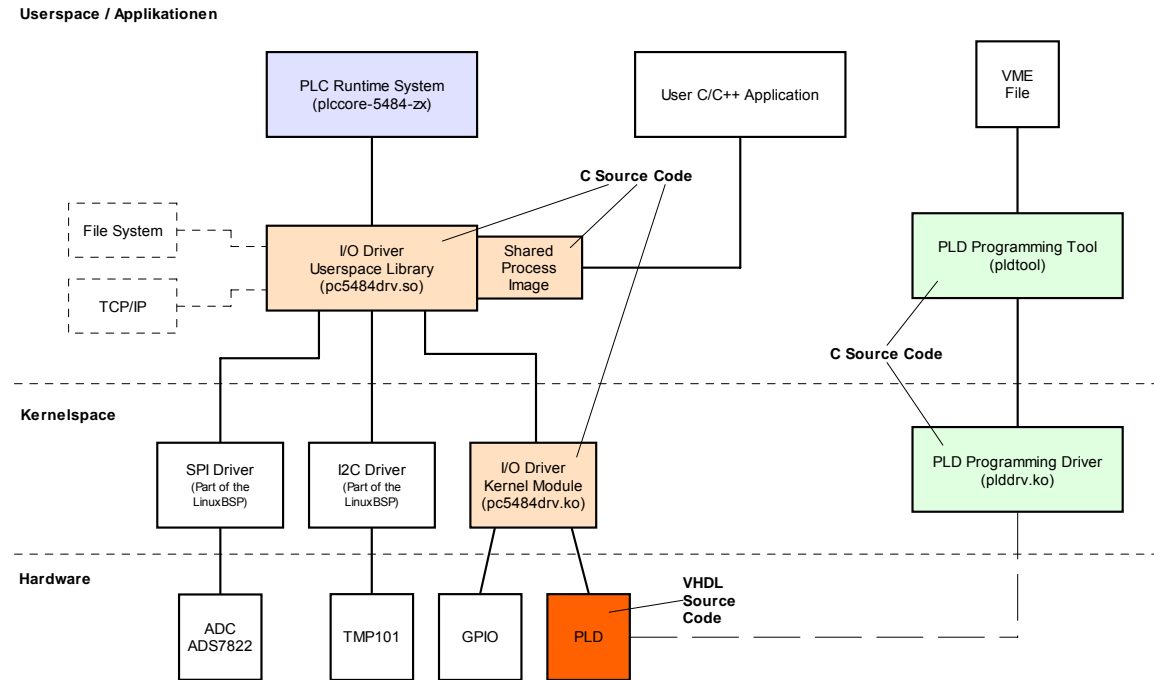

Bild 33: Übersicht zum Driver Development Kit für das PLCcore-5484
Bild 33 vermittelt einen Überblick über die DDK-Struktur und die enthaltenen Komponenten. Im DDK enthalten sind die Sourcen der PLD- bzw. FPGA-Software (VHDL), des Linux Kernel-Treibers (*pc5484drv.ko*) und der Linux User-Bibliothek (*pc5484drv.so*). Ebenfalls Bestandteil des DDK ist ein PLD Programming Tool (*pldtool* + *plddrv.ko*), das ein Softwareupdate des PLD unter Linux ohne zusätzliche JTAG-Hardware ermöglicht.
2. Sourcecode für Linux Kernel-Treiber (*pc5484drv.ko*, siehe Bild 33), beinhaltet alle notwendigen Files um Kernel-Treiber neu zu erstellen (C- und H-Files, Makefile usw.)
3. Sourcecode für Linux User-Bibliothek (*pc5484drv.so*, siehe Bild 33), beinhaltet alle notwendigen Files um User-Bibliothek (incl. der Implementierung des Shared Process Image) neu zu erstellen (C- und H-Files, Makefile usw.)